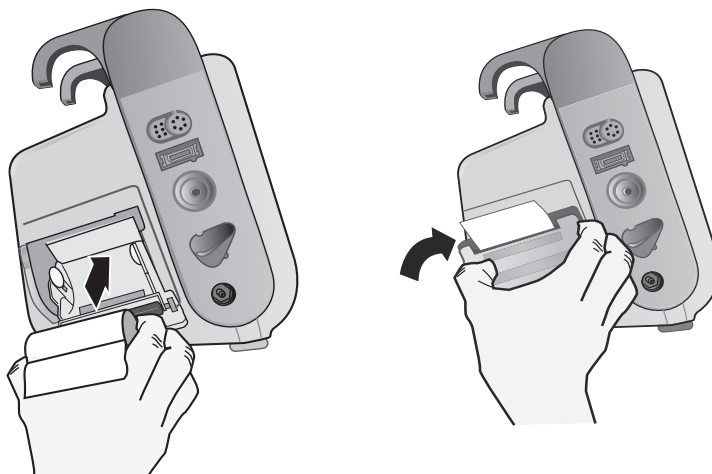

Figure 25-2. Insertion du papier et fermeture de la porte de l'imprimante
4. Placez le papier dans l'appareil et fermez le couvercle (voir Fig. 25-2).